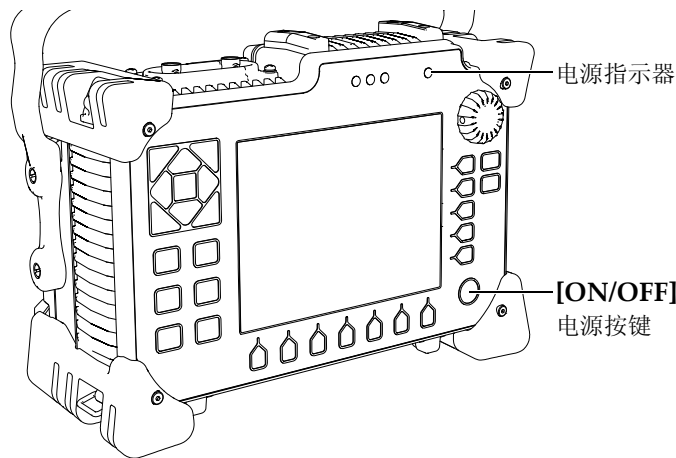

图 2-1 EPOCH 1000 电源按键及其指示器的位置
第 34 页的图 2-1 标明了电源按键及电源指示器的位置。
4. 按前面板上的电源按键，打开 EPOCH 1000 系列仪器（参见第 34 页的图 2-1）。前面板电源指示器被激活（参见第 34 页的图 2-1）。